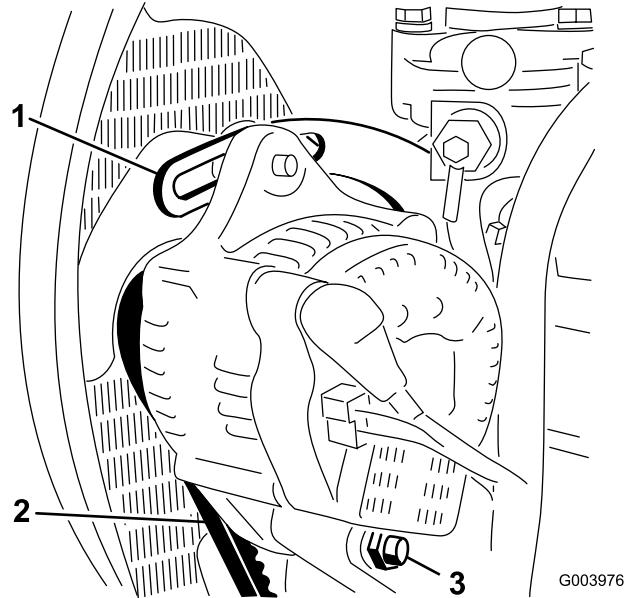

図 77
2. オルタネータ側ブリーリとクランクシャフト側ブリーリ間の中央部(図 77)でベルトを指で10 kg程度の力で押して点検する。
3. ブレースをエンジンに固定しているボルト(図 77)と、オルタネータをブレースとピボットボルトに固定しているボルトをゆるめる。